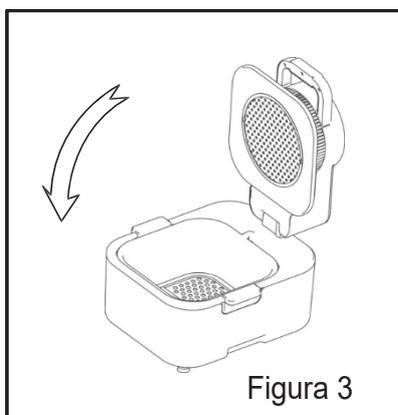
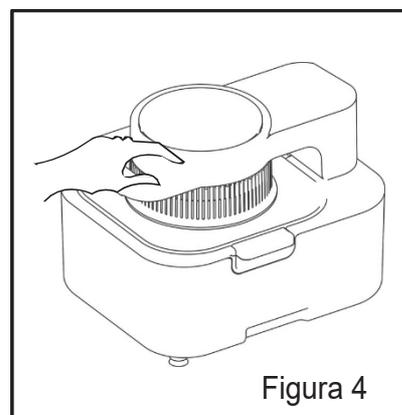

Figura 3
Figura 4
-Cuando cierre la tapa, por favor sujete el asa ver Figura 3, y gire la tapa sobre la olla en posición horizontal (ver Figura 4).